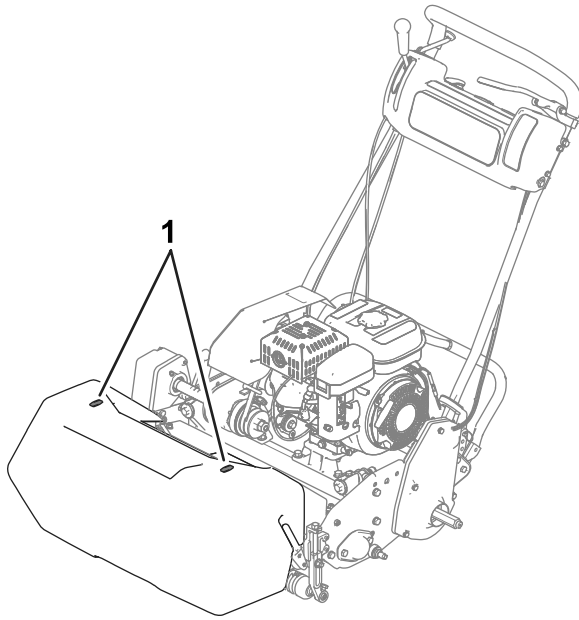

图22
- 为帮助剪草机保持在果岭上的直线操作，且和上一道剪草边缘的距离保持均衡，应使用集草斗上的对准条（图22）。